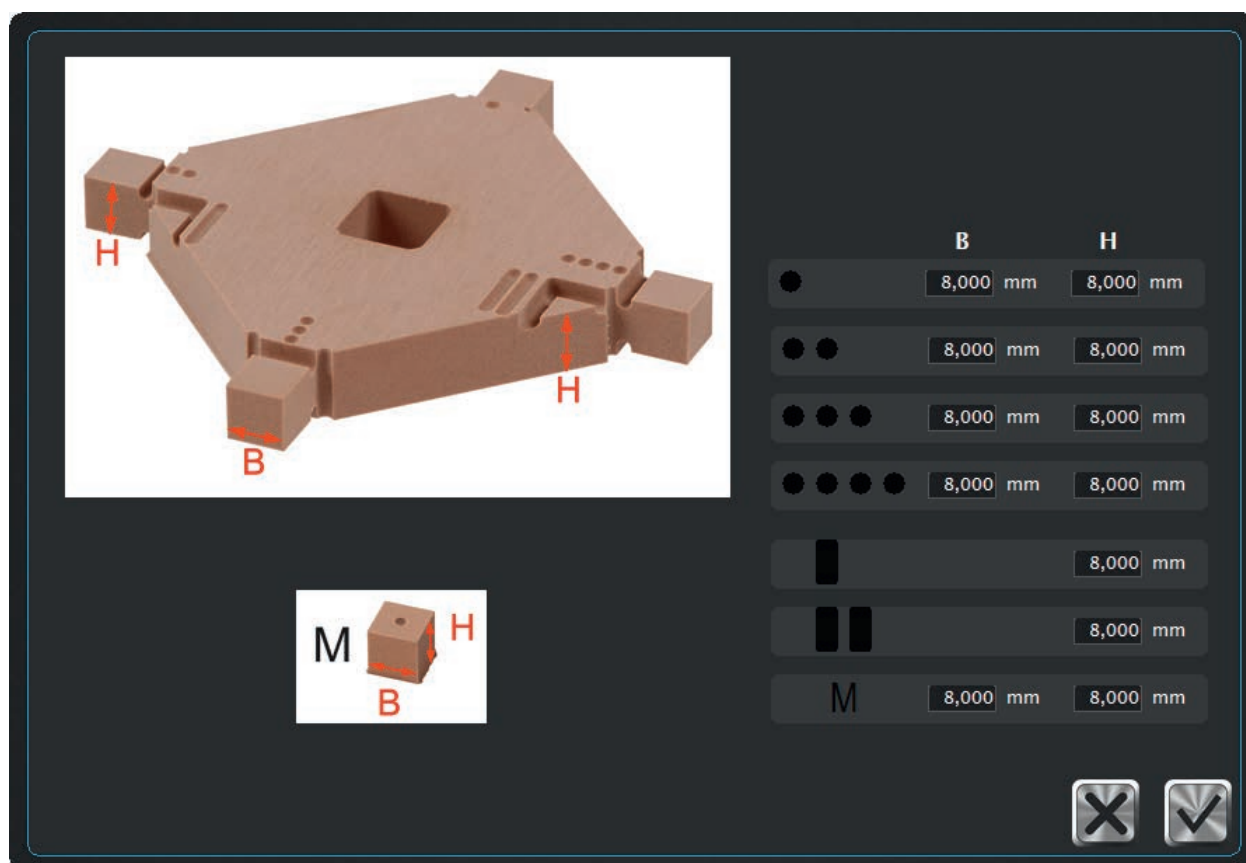

FIGURE 70:
- Tous les points de mesure sont identifiés avec les symboles (●/■) ainsi qu'avec la lettre M (☞ Figure 70, page 125).
- Les points de mesure sont matérialisés par des symboles (●/■). Un dé se trouve de plus au centre de l'ébauche, appelé point de mesure „M“ (☞ Figure 70, page 125).